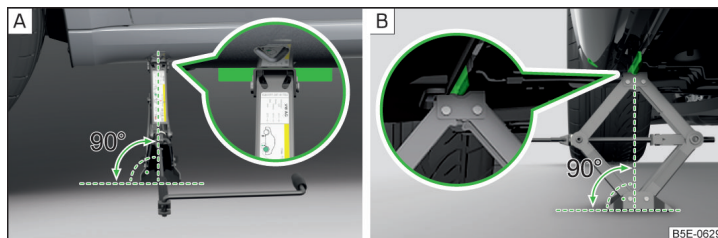

Abb. 333 **Wagenheber ansetzen**
- › Die Grundplatte des Wagenhebers mit der gesamten Fläche auf einem geraden Untergrund stellen, sodass sich der Heber in senkrechter Position zum Aufnahmesteg befindet » **Abb. 333** - **[A]**.
- › Den Wagenheber mit der Kurbel so weit hoch drehen, bis die Klaue des Hebers den Steg umfasst » **Abb. 333** - **[B]**.